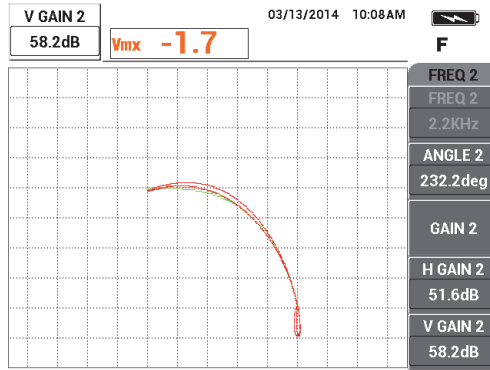

図 5-124 周波数 2 信号の垂直振幅の調整
16. ゲインキー (**dB**) をもう一度押し、ゼロポイントから正確に 4 区分上に達するまで、周波数 2 信号 (赤色) の垂直振幅を上げます (217 ページの図 5-124 を参照)。